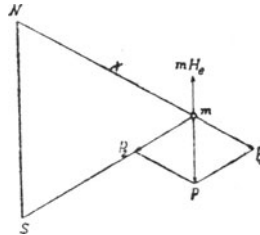

Fig. 48.
129 Eine nordmagnetische Menge  $m$  befindet sich im magnetischen Felde der Erde, deren Horizontalkomponente  $H_e = 0,2$  [0,195] (0,186) ist. Von Westen her wird ihr ein in der Nord-Süd-Richtung gehaltener Magnetstab NS genähert, dessen Länge 24 [30] (20) cm und dessen Moment 10160 [20000] (18000) (c, g, s) beträgt. Wie groß ist die Kraft, welche auf die Menge  $m = 1$  ausgeübt wird, a) in 30 cm, b) in 37,36 cm, c) in 40 cm Abstand des Stabes? (Fig. 48.)